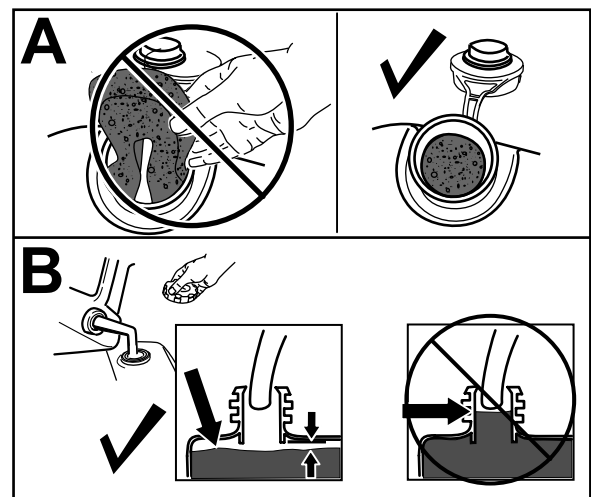

Figura 10
**Importante:** Questa macchina è dotata di un serbatoio del carburante premium provvisto di un inserto di schiuma sintetica per evitare che il carburante sia scosso. Non rimuovete l'elemento di schiuma sintetica in quanto consente al motore di utilizzare tutto il carburante nel serbatoio (riquadro A della Figura 10).
**Nota:** Non riempite il serbatoio del carburante al di sopra della parte inferiore del collo del bocchettone (riquadro B della Figura 10).